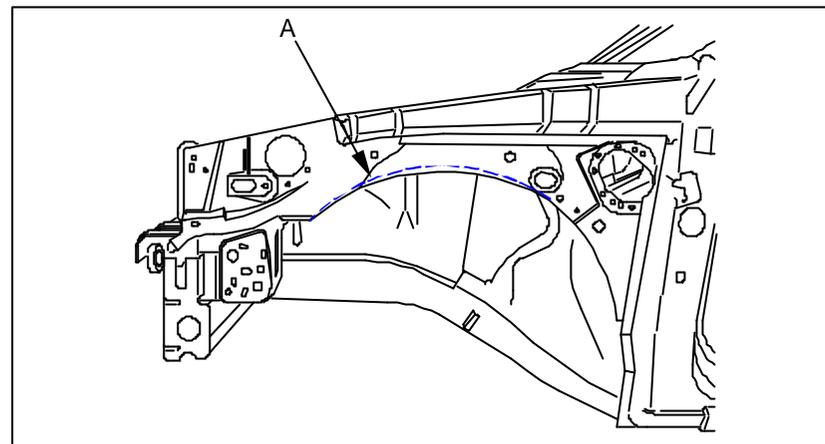

Fig. 5
- La largeur de la tôle du passage de roue à rabattre suivant la zone pointillée délimitée en **A** (Fig. 5) doit être d'au moins 10 mm.